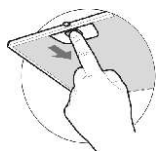

рис. 4
8.3 Для очистки алюминиевого фильтра извлеките его из вытяжки (рис.4). Произведите очистку фильтра с помощью щетки горячим водным раствором нейтрального моющего средства вручную или в посудомоечной машине (при 60°C). Сильно загрязненный фильтр не следует мыть в посудомоечной машине вместе с посудой. Старайтесь не сгибать фильтр при мойке.